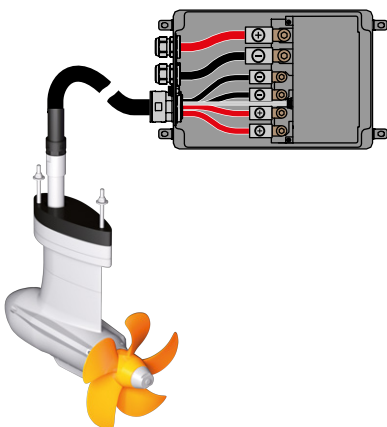

Fig. 12: Ledningsføring elektronikboks
1. Løsn skruerne (1) i elektronikboksen for at åbne den.
4. Tilslut effektkablerne til hver sin pol med den tilsvarende mærkning (rød = +, sort = -; 10 Nm), se "**Fig. 12: Ledningsføring elektronikboks**".
5. Tilslut motorkablet til motorstyringstilslutningen (6).